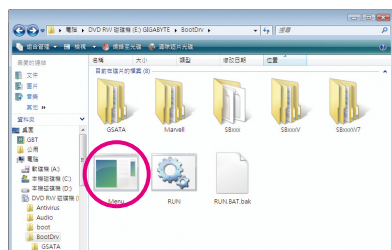
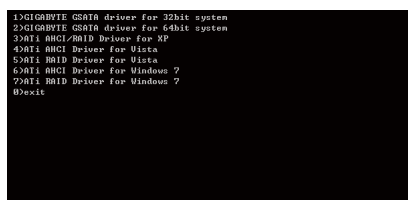

图 3
图 4
- 2: 进入光盘中「BootDrv」文件夹，双击「Menu.exe」文件(图3)后会出现「命令提示字符」画面，内含如图4的控制器选单。
- 3: 放入空白软盘。依所要安装的操作系统按下SATA控制器驱动程序代码后再按<Enter>键。以图4的选单为例：